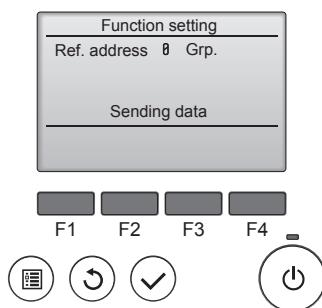

Fig. 6-15
⑤ (Fig. 6-15)
① Przechodzenie do trybu wyboru funkcji